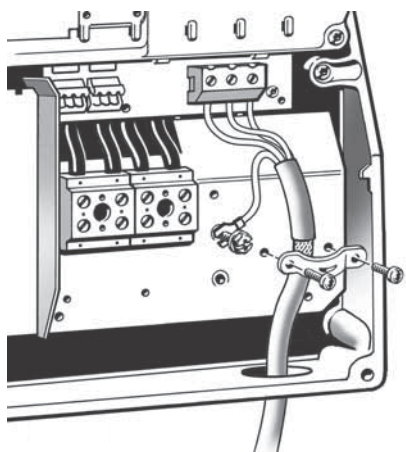

Рис. 15 Подключение двигателя, В1 и В2
1. Подключите заземляющий провод к клемме 99 (PE). См. рис. 15.
2. Подключите провода двигателя к клеммам 96 (U), 97 (V), 98 (W).